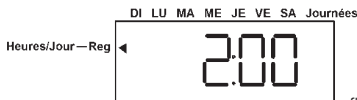

fig.13
- 2) En utilisant les touches **↓↑** choisissez l'heure désirée pour la régénération (fig. 13).